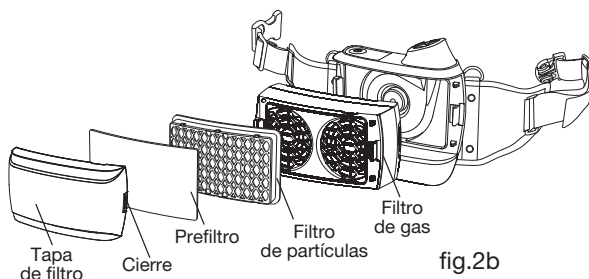

fig.2b
- Por favor, instale el filtro de partículas y el filtro de gas según la fig.2b.